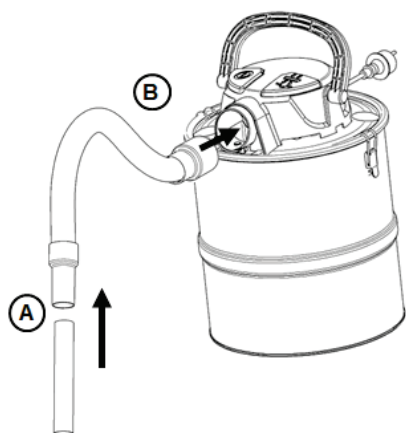

Fig. 5
Para aspirar, introduzca la boquilla (A) en el enchufe de la manguera de aspiración, como se muestra en la Fig. 5. Introduzca la manguera con el manguito en la entrada de la aspiradora (B).